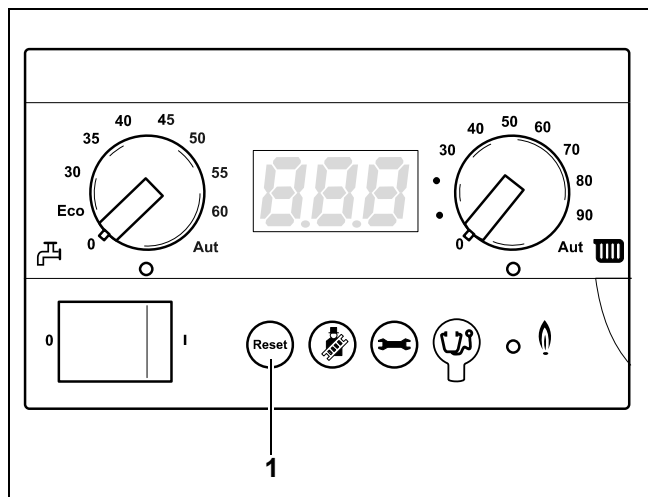

Рис. 25 BC10 – кнопка "Сброс"
- Чтобы сбросить неисправность, нажимайте кнопку "Сброс" (рис. 25, **поз. 1**) в течение примерно 5 секунд.